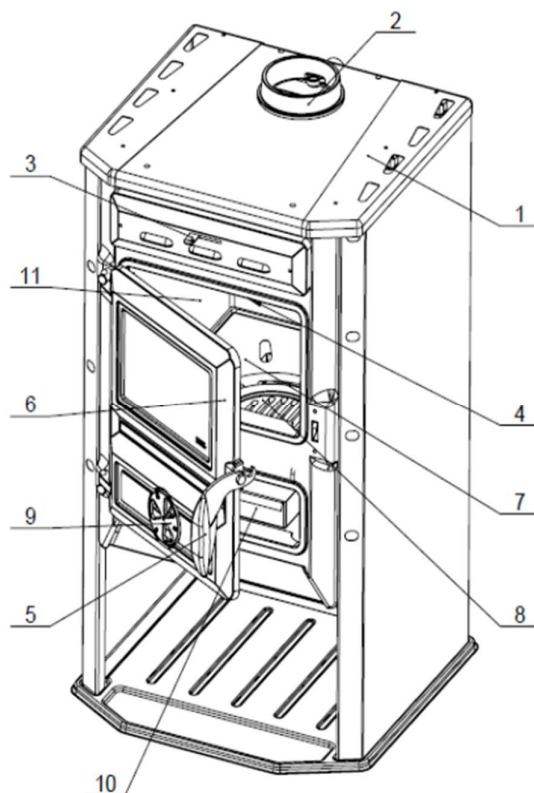

Fig. 1. Componentele sobei CAROBNA HYDRO
Soba cu lemne CAROBNA HYDRO are un cazan (fig. 1, poz. 11) cu o capacitate de 10l, care este realizat din placă de cazan cu o grosime la standardul prevăzut. O astfel de pregătire crește durata de viață a cazanului. Conexiunile pentru apă sunt de 1".
Placa superioară a căminului este din oțel. (fig. 1, poz. 1) Ușile camerei de ardere (fig. 1, poz. 6) sunt din oțel cu sticlă ignifugă.
Racordul pentru evacuarea fumului se află pe placă și conectat cu șuruburi (fig. 1, poz. 2.) și este din fontă.
Toate materialele din care este realizată soba CAROBNA HYDRO pot fi reciclate. Elementele de etanșare sunt fabricate din materiale care NU conțin azbest. Grilajul din camera de ardere (fig. 1, poz. 8) este din fontă.
- lăsați regulatorul de aer primar deschis (opus sensului acelor de ceasornic) până când flacăra devine stabilă și după ce ați stabilizat flacăra, controlați intensitatea arderii cu regulatorul de tiraj (Fig. 1, poz. 9)
- regulatorul de aer secundar trebuie lăsat deschis până când flacăra devine stabilă și după stabilizarea flăcării, controlați intensitatea arderii cu regulatorul (Fig. 1, poz.3)
- când adăugați combustibil, deschideți ușa antifoc (Fig. 1, poz. 4) ușor, așteptați 4-5 secunde, apoi deschideți-o încet larg.
Reglând tirajul în sobă, puteți regla temperatura, puterea și arderea combustibilului, iar acest lucru se face prin rularea regulatorului de tiraj la ușa camerei de ardere (Fig. 1, poz. 11). Prin combinarea reguletoarelor de aer primar și de aer secundar prin pârgă de deasupra ușii camerei de ardere (Fig. 1, poz. 3), obțineți arderea dorită.